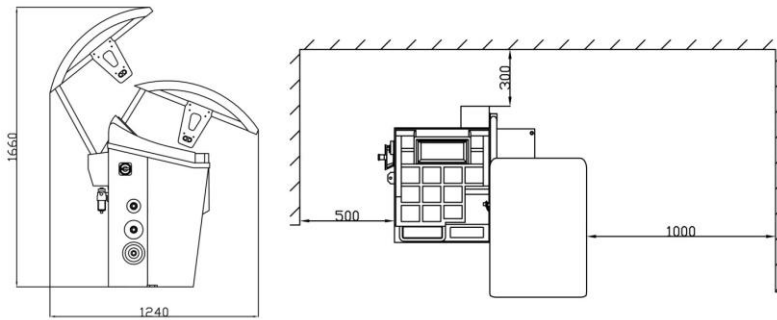

Abbildung 4: Raumanforderungen für die Aufstellung
- Der Raum für die Aufstellung der Maschine muss dem in Abbildung 4 entsprechen, um einen reibungslosen Betrieb aller Teile der Maschine zu gewährleisten.